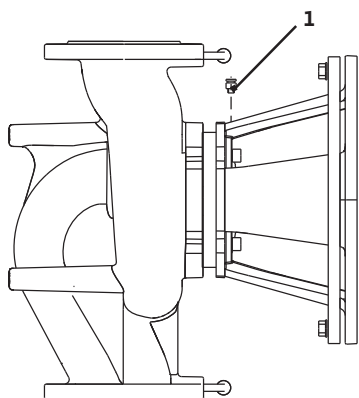

Fig. 43: Valvola di sfiato
- Sfiatare le pompe allentando le valvole di sfiato (fig. 43, pos. 1). Un funzionamento a secco distrugge la tenuta meccanica della pompa. Il trasduttore di differenza di pressione non deve essere sfiato (pericolo di distruzione).